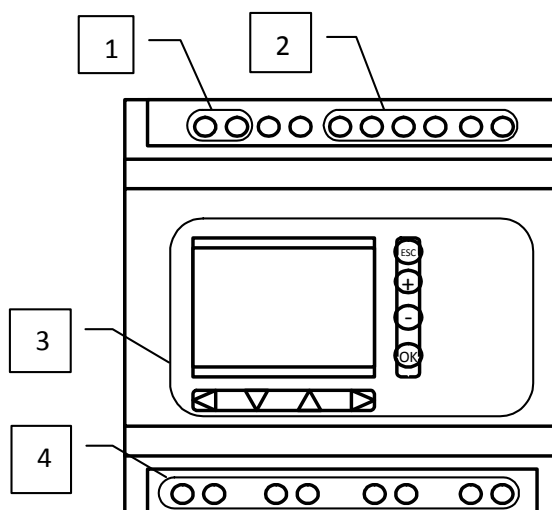

Рис.3 Панель управления контроллера:
5.6 Аппарат разлива ПАККА-5 комплектуется контроллером ALFA2 AL2-24MR-D Mitsubishi. Панель управления контроллера приведена на (рис.3).